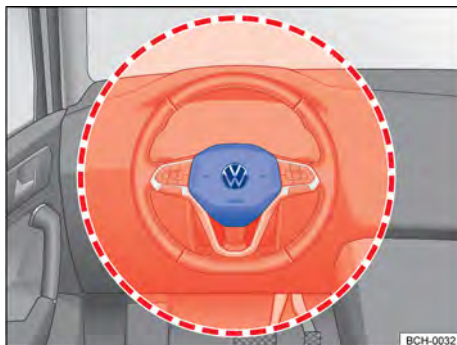
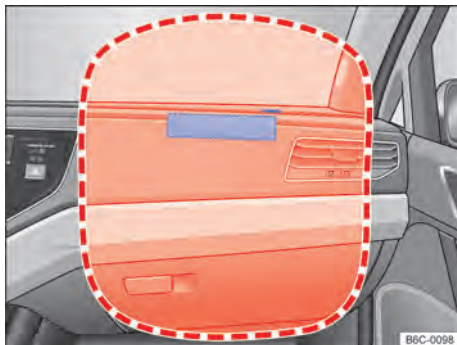

Fig. 33 Ubicación y radio de expansión del airbag frontal del conductor.
Fig. 34 Ubicación y radio de expansión del airbag frontal del acompañante.
- ◁ El airbag frontal del conductor se encuentra en el volante → fig. 33 y el airbag frontal del acompañante en el tablero de instrumentos → fig. 34. Las ubicaciones de los airbags están identificadas por el rótulo "AIRBAG". ▶
Las áreas resaltadas en rojo → fig. 33 y → fig. 34 están cubiertas por los airbags frontales activados (zona de despliegue). Por ese motivo, nunca se pueden colocar o fijar objetos en esas áreas → ▲.
Al inflarse los airbags frontales del conductor y del acompañante, las cubiertas de los airbags se doblan hacia fuera del volante → fig. 33 y del tablero de instrumentos → fig. 34. Las cubiertas de los airbags permanecen unidas al volante y al panel de instrumentos.
Los airbags frontales se inflan delante del volante → fig. 33 y del tablero de instrumentos → fig. 34.